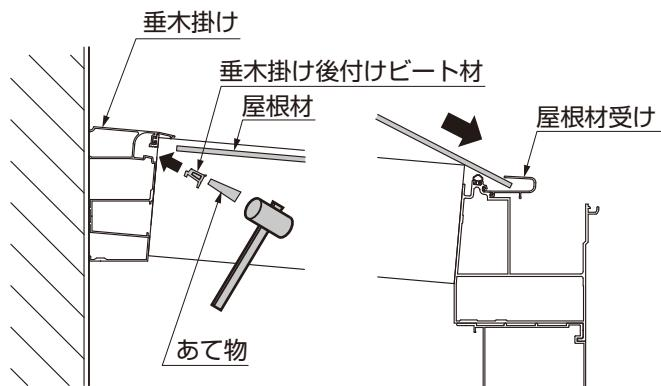

図9-5
- ②屋根材を屋根材受けに差込んでください。(図9-5参照)
- ③垂木掛け後付けビート材をあて物をあてて、垂木掛けの奥まで叩き込んでください。(図9-5参照)